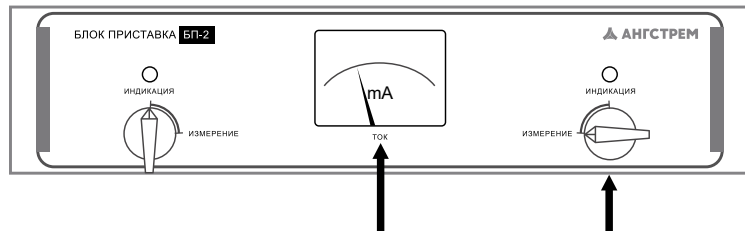

Рисунок 8
7.5 В процессе выдержки установленного значения напряжения, в течение необходимого (определенного руководящими документами) времени, поочередно переводите безразрывные переключатели S1 и S2 блока-приставки в положение «ИЗМЕРЕНИЕ» и считывайте показания миллиамперметра. Переключатели устанавливайте обратно в положение «ИНДИКАЦИЯ» (рисунок 8).
- при необходимости, до возникновения пробоя, можно количественно оценить значение тока в каждой цепи с помощью миллиамперметра, переведя соответствующий переключатель S1 или S2 в положение «ИЗМЕРЕНИЕ» (рисунок 8);